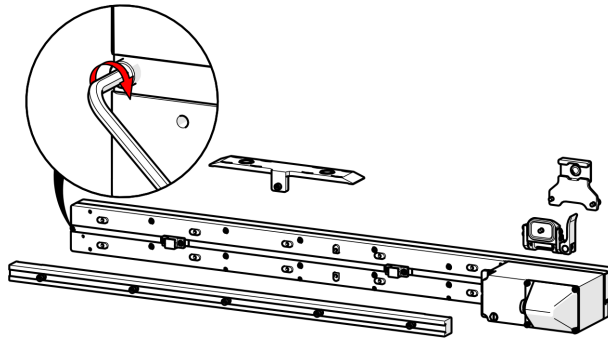

Abbildung 2-53 Austauschen der Innensechskantschraube
11. Drehen Sie die Innensechskantschraube am Ende des Rasterarms wieder ein (siehe Abbildung 2-53 auf Seite 83).